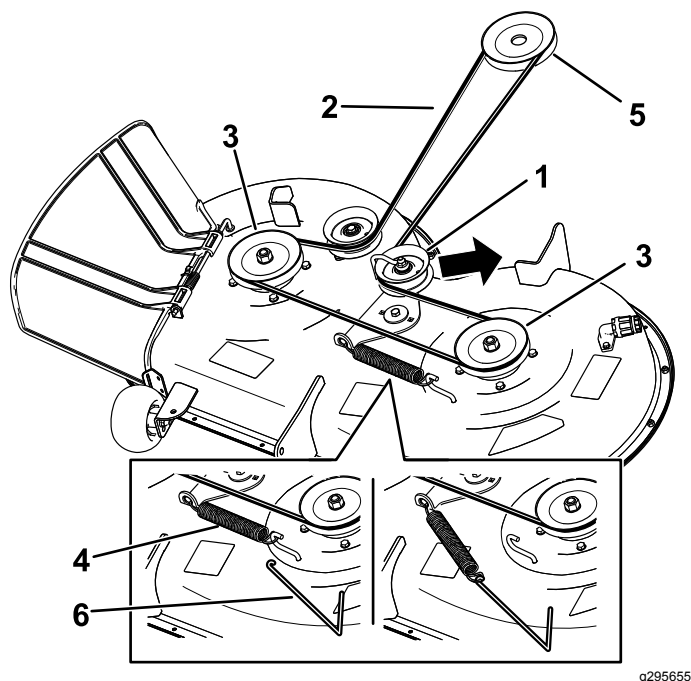

Рисунок 54
7. Проложите новый ремень вокруг шкива двигателя и шкивов газонокосилки (Рисунок 54).
8. Используя съемник пружин (номер 92-5771 по каталогу Toro), установите пружину натяжного ролика на крюк деки и создайте натяжение на натяжном ролике и ремне газонокосилки (Рисунок 54).